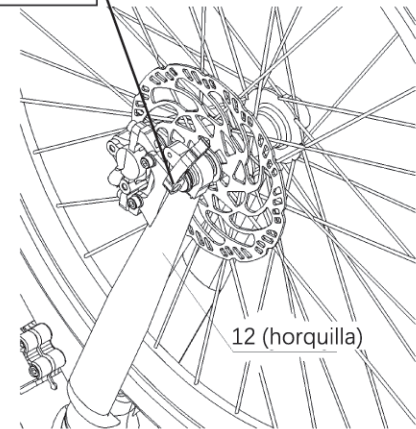

Figura 45-2.
e. Bloquear la palanca de liberación rápida, como se muestra en la Figura 45-2.